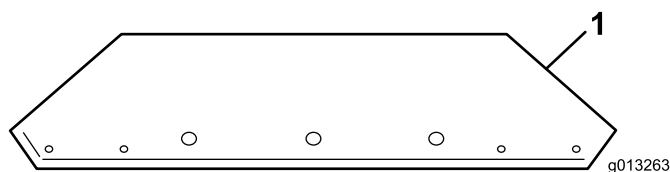
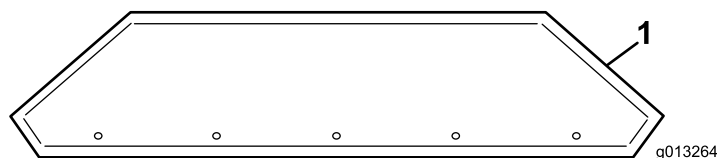

Figura 10
Figura 11
- Retire as extensões da tremonha da caixa e identifique a parte da frente e de trás (Figura 10 e Figura 11).